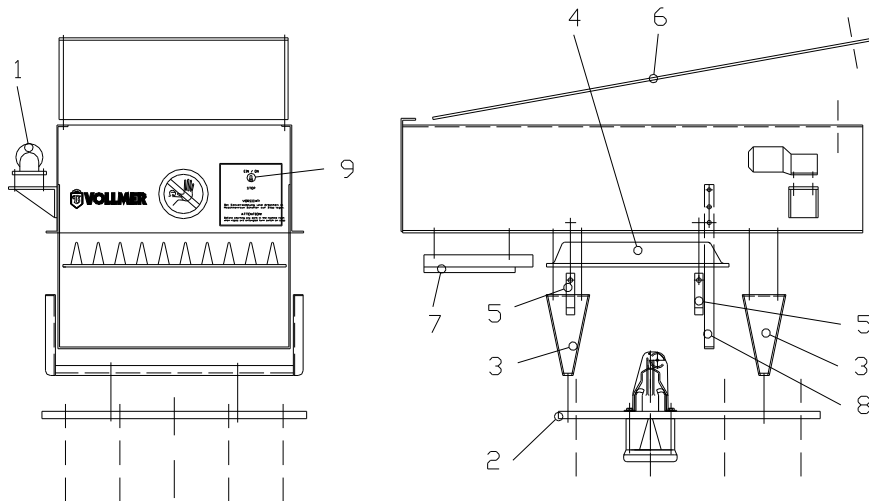
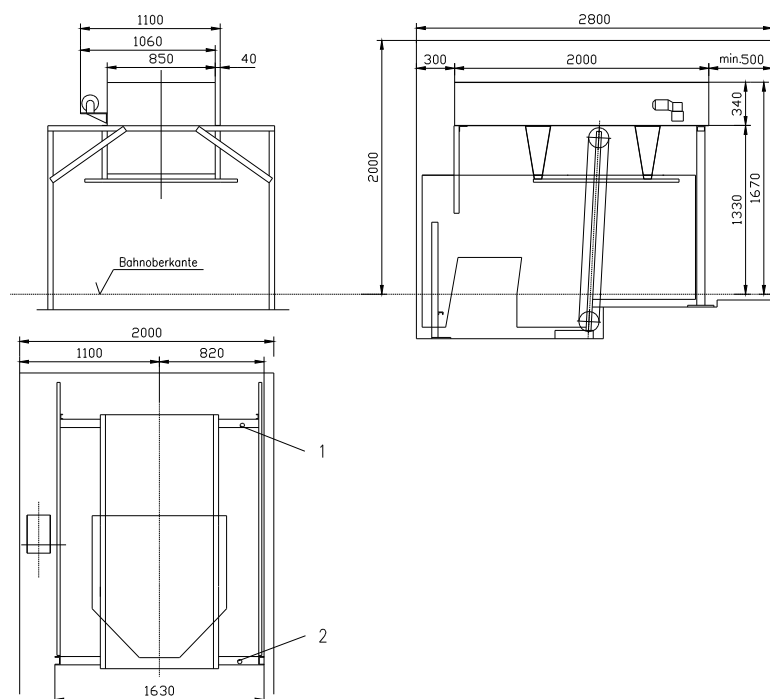
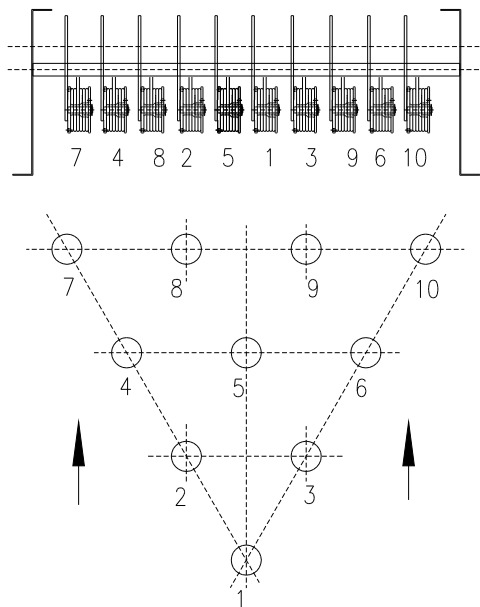
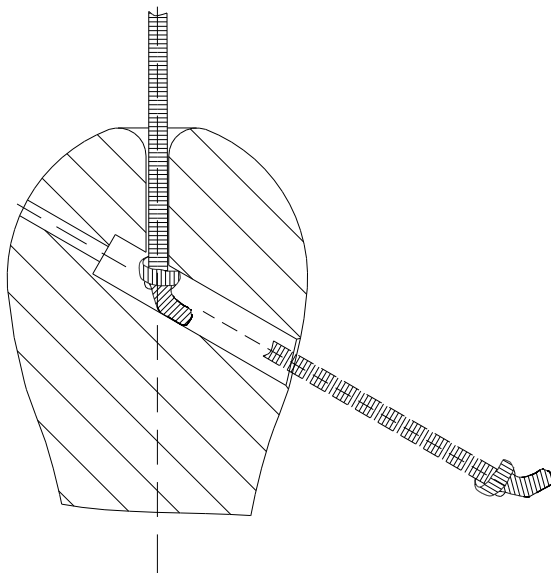

Abb. 1
Abb. 2
Abb. 3
Abb. 5
Durch geschlossene Bauweise ist ein Hineingreifen in die beweglichen Teile des Pinsetter ausgeschlossen. Wenn die vordere Abdeckung zum Nachstellen der Seile geöffnet werden muß, so ist vorher der Sicherheitsschalter (9) Abb. 1 an der vorderen Abdeckung auf "Stop" zu legen.
3. Transport (Abb. 1)
Der Platzbedarf für Betrieb und Instandhaltung kann aus Abb. 2 entnommen werden.
Der Pinsetter wird auf die nach Abb. 2 vorbereiteten Automatenträger (1) und (2) aufgelegt und die vor dem Transport entfernten Teile Abb. 1 (1) - (8) werden wieder an dem Pinsetter befestigt. Die Pinseile werden nach Abb. 3 und 4 verlegt und mittels Knoten an den Pins Abb. 5 befestigt. Den Pinsetter auf den Automatenträgern so ausrichten, daß die Pins genau auf die Pin Standplatte der Bowlingbahn passen. Prüfen, ob der Pinsetter in der Waage liegt. Toleranz quer $\pm 1,5$ mm, Toleranz längs ± 5 mm. Im Bedarfsfall kann durch Unterlagescheiben die geforderte Toleranz erreicht werden. Wichtig ist, daß der Pinsetter noch daraufhin geprüft wird, ob beim Transport oder bei der Montage eine Längsschiebung der Seitenwände eingetreten ist, im Bedarfsfall ausrichten. In dieser ausgerichteten Lage mit 4 Stück Sechskantschraube M 10x20 den Pinsetter durch die Langlöcher mit den Trägern verschrauben.
- Pin (3) aufstellen und danach den Schalter (9) Abb. 1 an der Frontseite des Pinsetter auf Stop legen. Sechskantschrauben (1) herausdrehen, alten Aufnahmeflansch (2) entfernen und durch neuen ersetzen. Sechskantschrauben (1) wieder anziehen.
- Den Pin (3) mit dem Seil (4) von Hand in die Zentrierung ziehen und langsam wieder auf die Pin Standplatten hinunter lassen. Wird der Pin dann nicht mittig auf der Pin Standplatte auf-gesetzt, so müssen die Sechskantschrauben (1) wieder etwas gelöst und die Zentrierglocke (5) so verschoben werden, daß der Pin mittig auf der Pin Standplatte aufsetzt. Sechskant-schrauben (1) wieder anziehen.
- Bei Arbeiten im Pinsetter-Raum muß der Schalter (9) Abb. 1 an der Frontseite des Pinsetter auf "Stop" gelegt werden. Bei Nichtbefolgen dieser Anweisung ist es möglich, daß beim Einziehen der Pin (3) Abb. 7 in die Zentrierung (2) und (5) Abb. 7 Personen, die sich in diesem Bereich aufhalten, von den Pin (3) Abb. 7 einen Stoß erhalten.